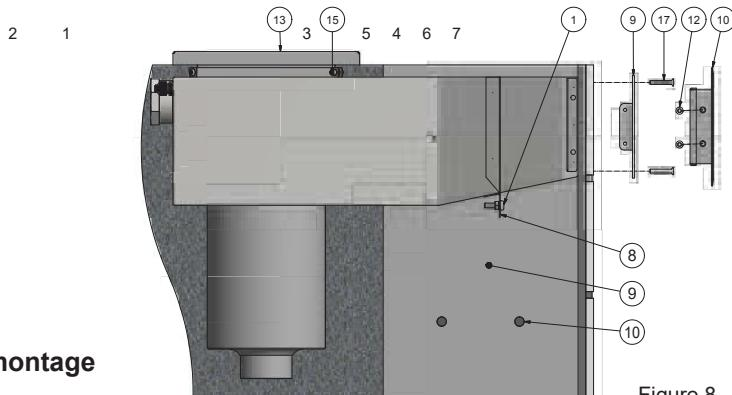

Figure 8.
4. Connectez un câble (au moins 6 mm²) avec une cosse de câble annulaire allant de la bride de coulée jusqu'au sol (voir pos. 3, figure 8). La vis, la rondelle crantée et l'écrou sont fournis avec le produit. Si d'autres composants sont utilisés, il faut s'assurer qu'ils sont de qualité acier inoxydable (au moins A4).